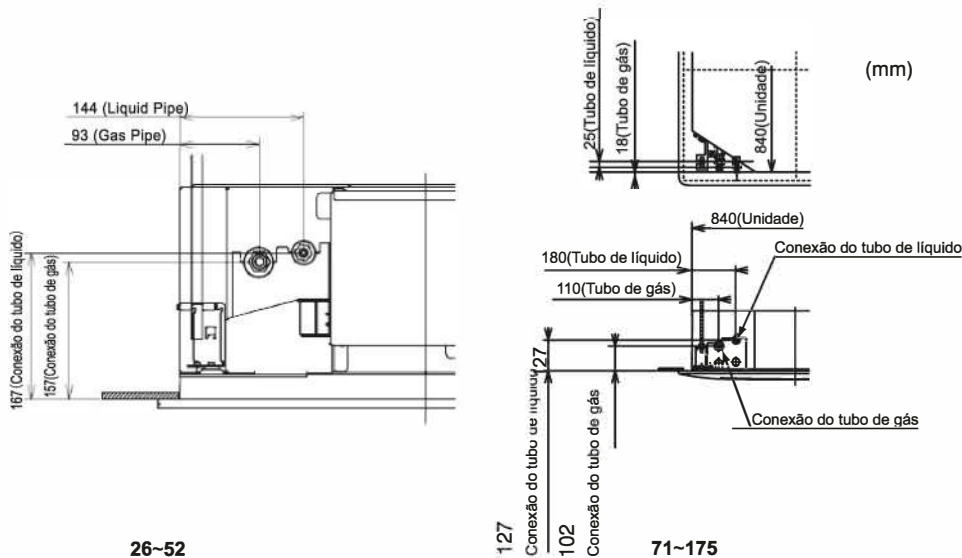

Fig.4.1 Posição da Conexão da Tubulação
- (1) A posição da conexão da tubulação é mostrada na Fig 4.1 (Unidade Interior)